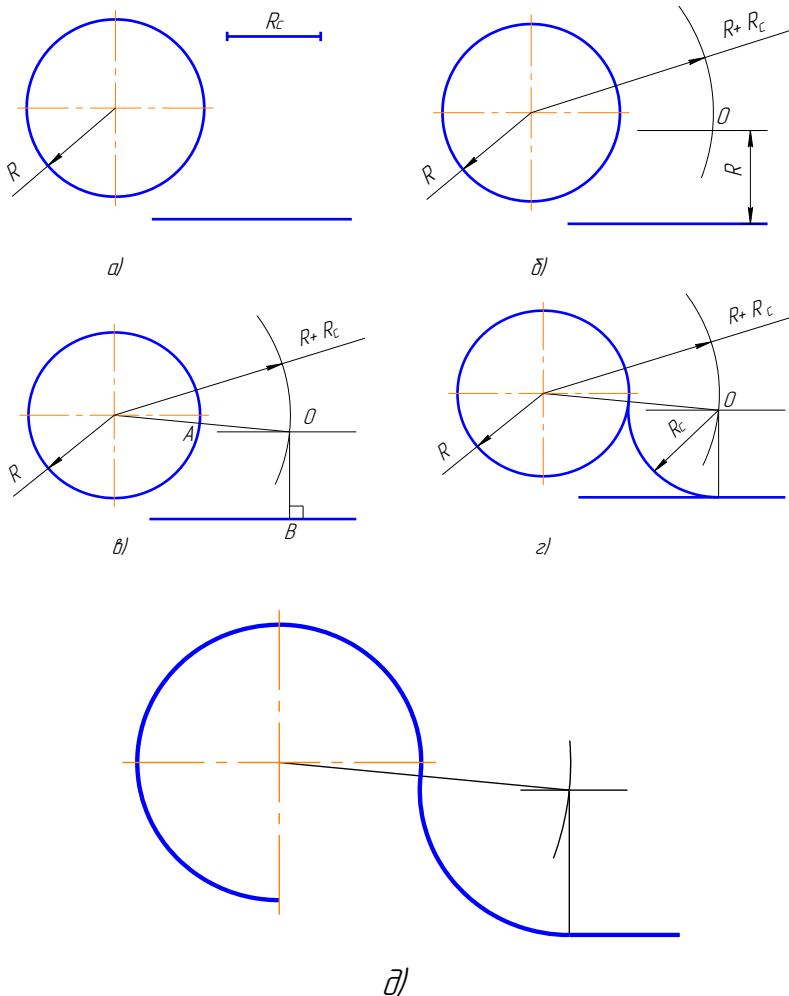

Рисунок 3.10 – Построение сопряжения дуги и прямой линии, при заданном радиусе
1. Находим центр сопряжения. На расстоянии, равном радиусу сопряжения, проводим геометрические места точек, равноудаленных от заданных прямой и окружности, (рисунок 3.10, б). Центр сопряжения – точка O .
2. Находим точки сопряжения A и B : опускаем перпендикуляр из точки O на заданную прямую и соединяем точку O с центром заданной окружности (рисунок 3.10, в);
3. Строим дугу сопряжения: между точками сопряжения проводим сопрягающую дугу заданного радиуса R , (рисунок 3.10, е).